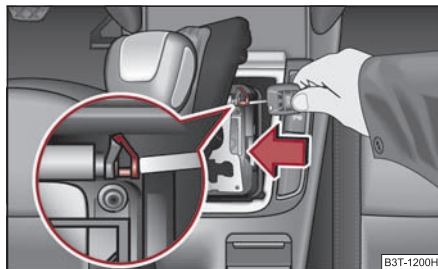

Fig. 151 Déverrouillage de secours du levier sélecteur
- Poussez l'étrier en plastique jaune \Rightarrow fig. 151 vers la gauche au moyen d'un petit objet (par ex. clé de contact).